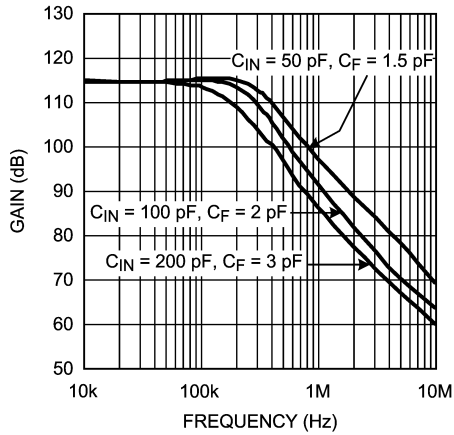

FIGURE 11. Frequency Response for $A_{TI} = 470000$
LMV791 は、さまざまなトランスインピーダンス・ゲインとソース容量を持つ、各種のアンプの設計に用いられてきました。作成された回路のゲイン、帯域幅、帰還容量を Table 1 にまとめて示します。周波数応答については、 Figure 11、12 に示します。帰還容量は、基板の寄生容量と帰還抵抗 R_F が加わるために、式 (3) で得られるものとは若干異なります。